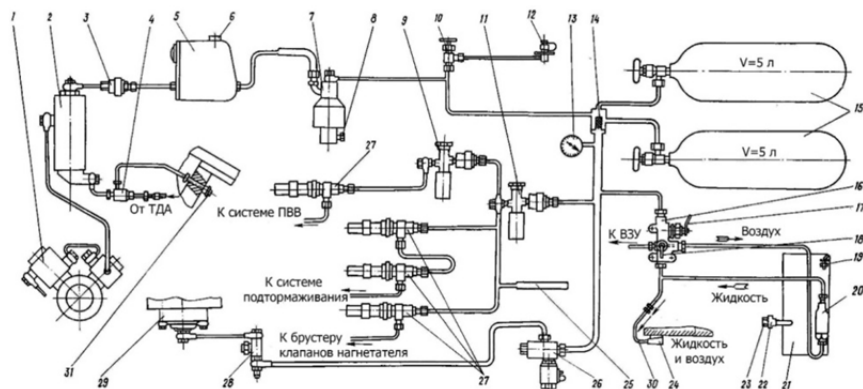

Рис. 1.2. Система воздушная и гидропневмоочистки:
- отсоединить шланг 30 (рис. 1.2), соединяющий сопло с трубопроводом системы ГПО, отвернув накидную гайку;